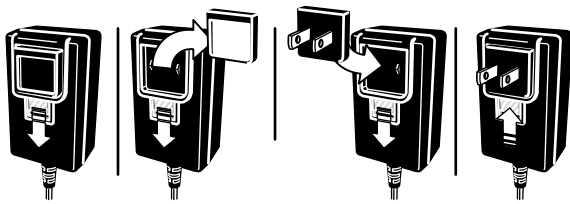

Bild 8
4. Entfernen Sie den Schutzeinsatz vom Stromadapter und montieren Sie die für Ihre Region entsprechende Buchse (Bild 8).